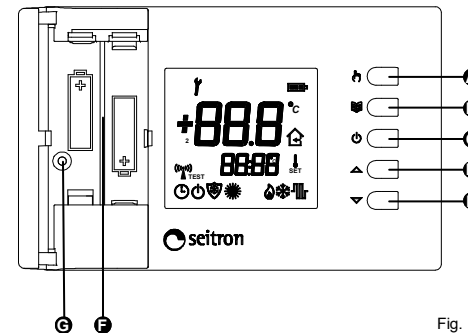

Fig. 1
2. Inserire correttamente le batterie (rispettando la corretta polarità) nel vano batterie (di Fig. 1), non usare pile scariche, usare pile alcaline.
1. Aprire lo sportellino che dà accesso al vano pile (Fig. 1).